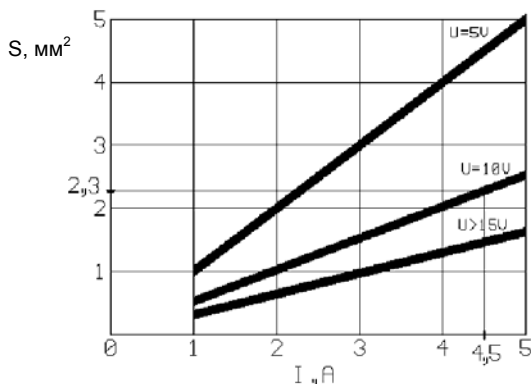

Рисунок 17 – Зависимость выбираемого сечения S от тока потребления I при длине провода до 15 м
- а) из точки на горизонтальной оси, соответствующей току потребления (например, $I = 4,5$ А, см. рисунок 17), восстановить перпендикуляр до пересечения с графиком, соответствующим напряжению питания (например, $U = 10В$);*